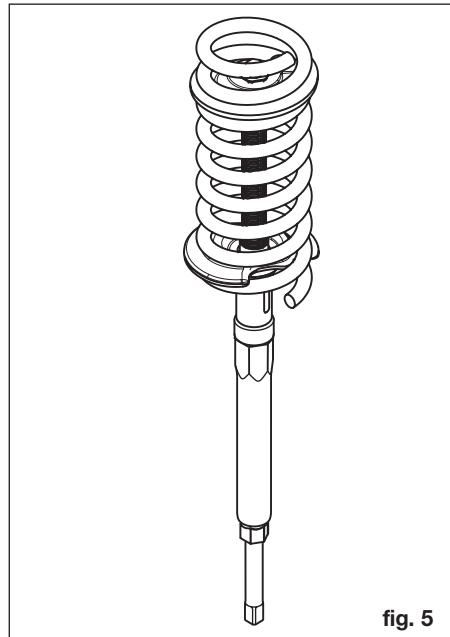

fig. 5
- Manipulez l'entraînement avec la clé tubulaire (6) et le cliquet réversible (8) (figure 5).
- Lors de la démontage du ressort des montures/protections en caoutchouc, contre-appuyez à l'aide de la clé tubulaire (7) (figure 5) afin d'éviter que la coupelle tourne/se torde.